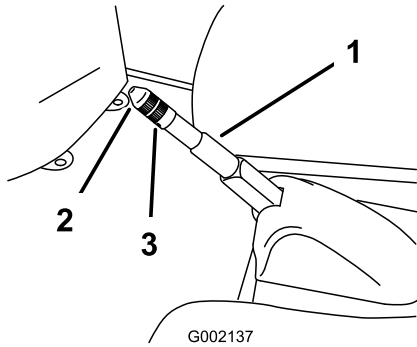

Figura 39
2. Allentate la vite a pressione che fissa la manopola alla leva del freno di stazionamento (Figura 39).